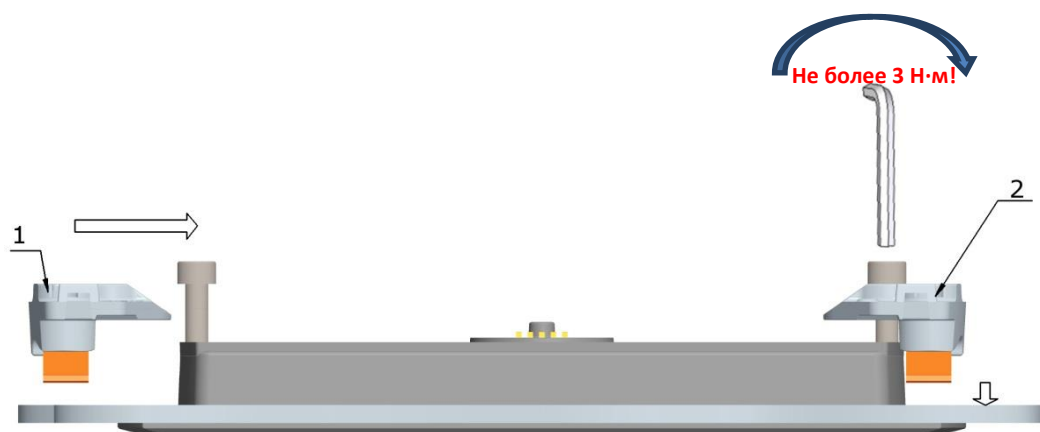

Рис. 11: Вставка и затяжка держателей пружины
4. Вставьте собранные держатели пружины с обеих сторон вдоль направляющего паза под винтом с цилиндрической головкой. Винт должен находиться над центром отверстия держателя пружины, как показано на рис. 11 слева. Датчик установлен в надлежащее положение.
5. Теперь попеременно затяните винты с цилиндрической головкой шестигранным ключом размера 4 (см. рис. 11, справа).